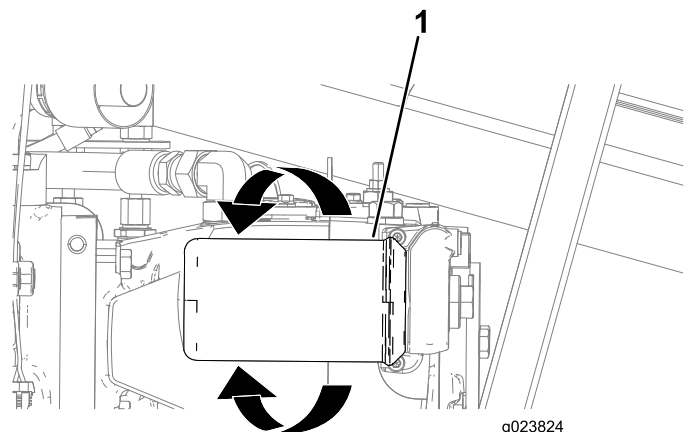

Figura 156
3. Posicione uma bandeja de drenagem ou vários panos sob o filtro de de carga (Figura 156).
4. Gire o filtro de carga no sentido anti-horário e remova-o (Figura 156).
6. Alinhe o filtro de carga com seu ponto de instalação e gire-o no sentido horário até a vedação do filtro entrar em contato com o adaptador (Figura 156).